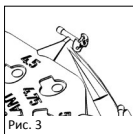

Рис. 3
■ **Рис.3** Выбранный для определения размера из-меритель отрезается микроножницами (REF 8000 172) и проводится в среднее ухо с помощью отсоса или дру-гого микрохирургического инструмента.